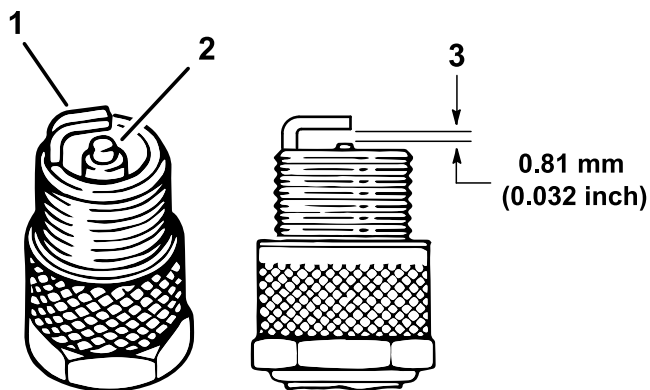

Figure 37
4. Vérifiez l'état des électrodes latérale et centrale, ainsi que de l'isolateur de l'électrode centrale (Figure 37).
5. Réglez l'écartement entre les électrodes centrale et latérale à 0,81 mm (0,032 po), comme montré à la Figure 37.